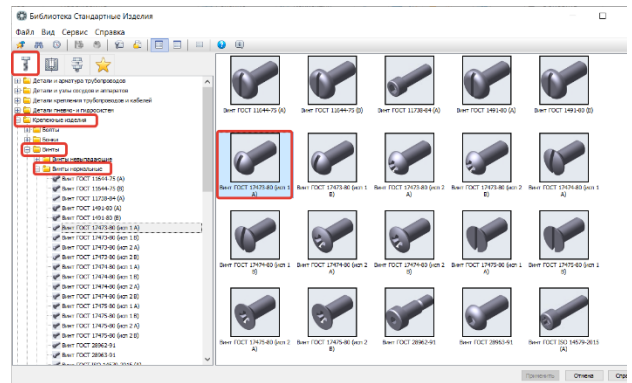

Рисунок 343 - Винт
- В области свойств выберем Винт ГОСТ 17473-80 (исп. 1 А) (Рисунок 343);